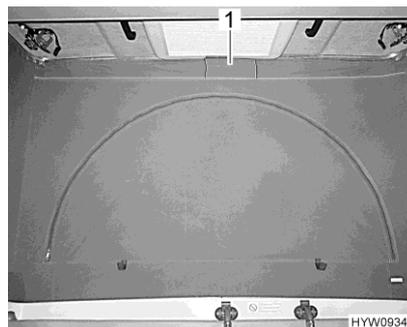

Bild 59 Lüftung (geschlossen)
- Klettverschluss der Stoffflasche (Bild 59,1) unter dem Aufstelldach lösen. Hinter der Stoffflasche ist als Schutz vor Insekten ein Netzgitter angebracht.